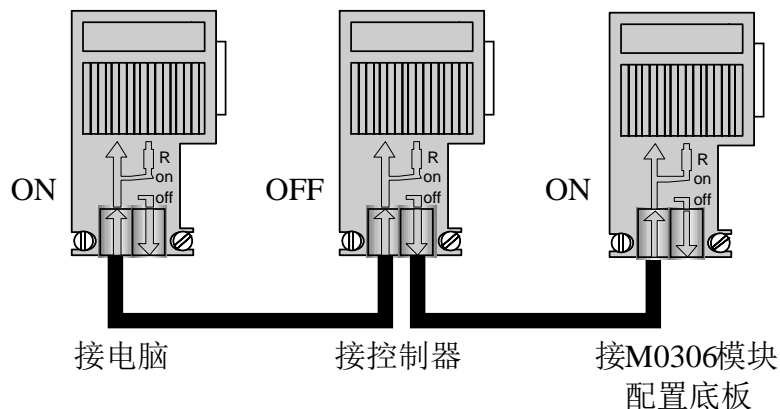

图 3.2 DP 连接器接线图
- 2) 通过 90 度无编程 DP 连接器制作的 DP 总线，如下图 3.2 所示：